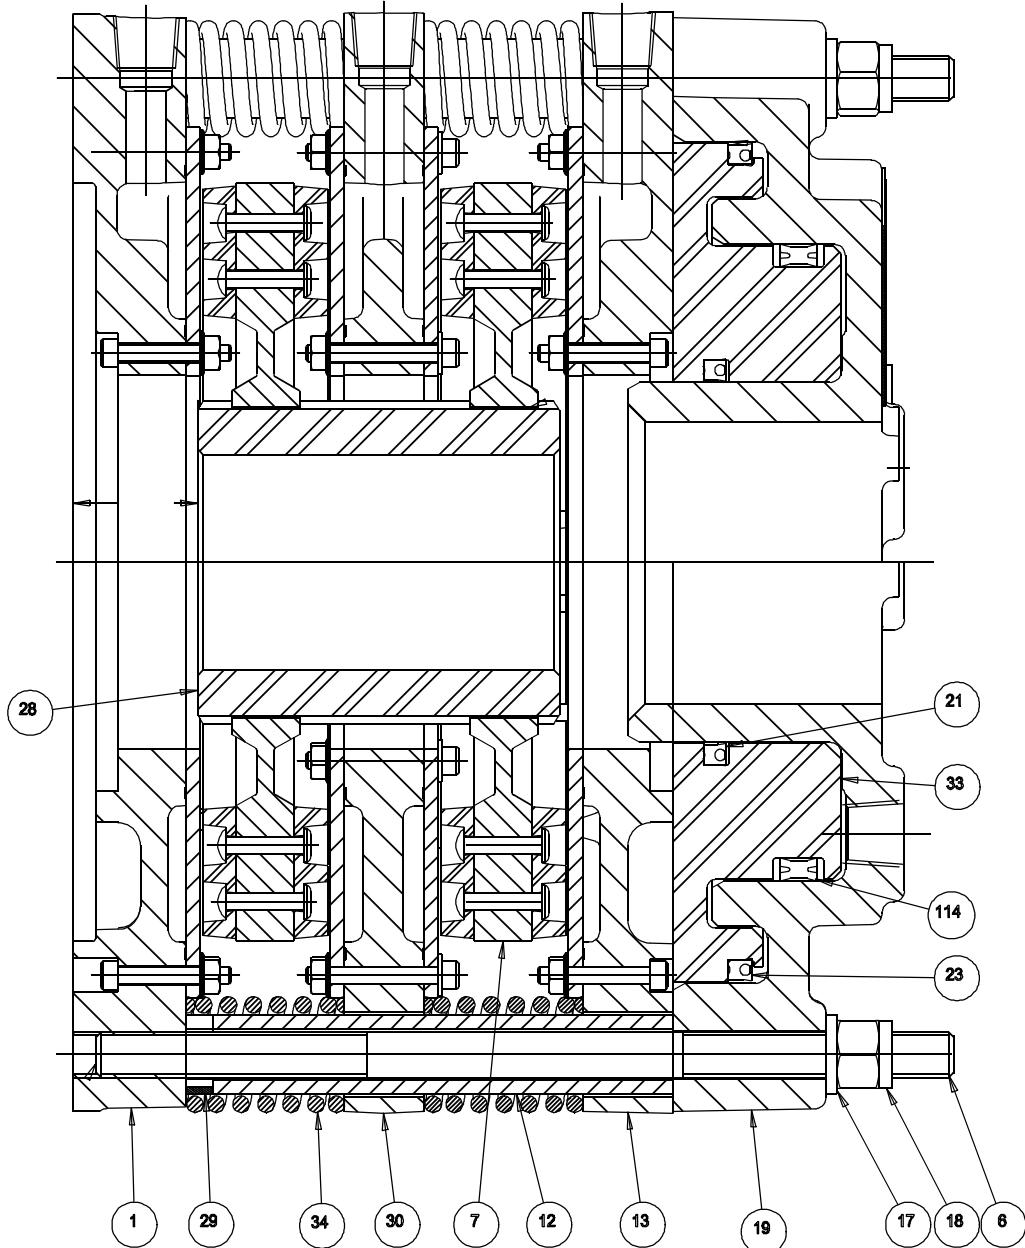

Рис. 1.
На рис. 1 показано, что принцип работы тормозов «Airflex WCBD» не отличается от такового для «Airflex WCB2», исключение составляет только сборка силовой головки с двухкамерным поршнем/цилиндром. В тормозе WCBD давление сжатого воздуха подается с внешнего, внутреннего или с обоих отверстий двойного цилиндра (19), в результате двойной поршень (33) и нажимной диск в сборе (13) перемещаются по направлению к монтажному фланцу, сжимая оттягивающие пружины. По мере повышения давления в одной или обеих камерах давления, фрикционный диск(и) зажимается между нажимным диском и монтажным фланцем, останавливая или контролируя положение вала, на котором установлены диски.
4.1.7 Снять уплотнения. Следует обратить внимание, как ориентированы кромки внешнего (23) и внутреннего (21) уплотнений на 8WCBD и 14WCBD. Промежуточное уплотнение (114) этих двух размеров двунаправленное. Все уплотнения на 18WCBD, 24WCBD, 36WCBD и 48WCBD являются двунаправленными. См. рис. 1 и 2.
4.1.10 Установить новые уплотнения в канавки поршня, обращая внимание на ориентацию кромок уплотнений. См. рис. 1 и 2.